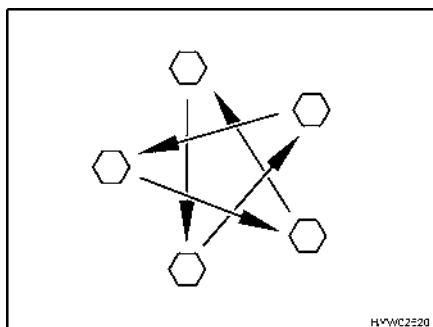

Fig. 262 Serrer en croix les écrous ou les boulons de roue
- Vérifier régulièrement le serrage des écrous ou des boulons de roues. Resserrer alternativement et en croix (Fig. 262) tous les écrous ou les boulons de roue 50 km après le changement d'une roue.
- ▷ Serrer en croix les écrous ou les boulons de roue (Fig. 262).